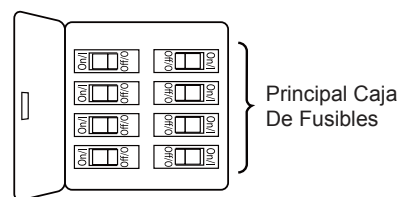

Figura 1
Uso de perfil bajo (Figura 1)
1. Extraiga las cuatro pestañas estabilizadoras y la bolsa de plástico del motor. Deshágase de las pestañas estabilizadoras. (Figura 1)
1. Extraiga la pieza de la bola colgante de la unidad de la bola colgante / varilla aflojando el tornillo de presión de la bola colgante hasta que la bola se libere de la varilla. Retire el pasador del barral y luego extraiga la semiesfera. Conserve el pasador y la semiesfera para su reinstalación en el Paso 6. (Figura 1)
Para evitar una posible descarga eléctrica, asegúrese de cortar la alimentación eléctrica de la caja de fusibles principal antes de colgar el ventilador. (Figura 1)
1. Para configurar el código de unidad del receptor. Deslice los interruptores de código a las mismas posiciones que en el transmisor. (Figura 1)
1. Instale la cubierta rotando la ranura clave en la cubierta sobre el tornillo de hombro del soporte del gancho, teniendo cuidado de no pillar los cables. Fije el tornillo de hombro. Instale adecuadamente y fije el segundo tornillo de hombro que fue anteriormente guardado. (Figura 1)
1. Extraiga uno de los tres tornillos del soporte ubicado en la parte inferior de la unidad del motor y guarde los tornillos para pasos posteriores. Afloje levemente los otros dos tornillos. Instale la ensamble de la placa de iluminación en el soporte utilizando las dos el soporte utilizando las dos ranuras principales. Vuelva a colocar el tercer tornillo y asegure apriete. (Figura 1)
1. **IMPORTANTE:** El uso de un regulador de la intensidad completa (no incluido) para controlar la velocidad del ventilador dañará el dispositivo. Para reducir el riesgo de incendio o descarga eléctrica, no utilice dicho regulador para controlar la velocidad del ventilador. (Figura 1)